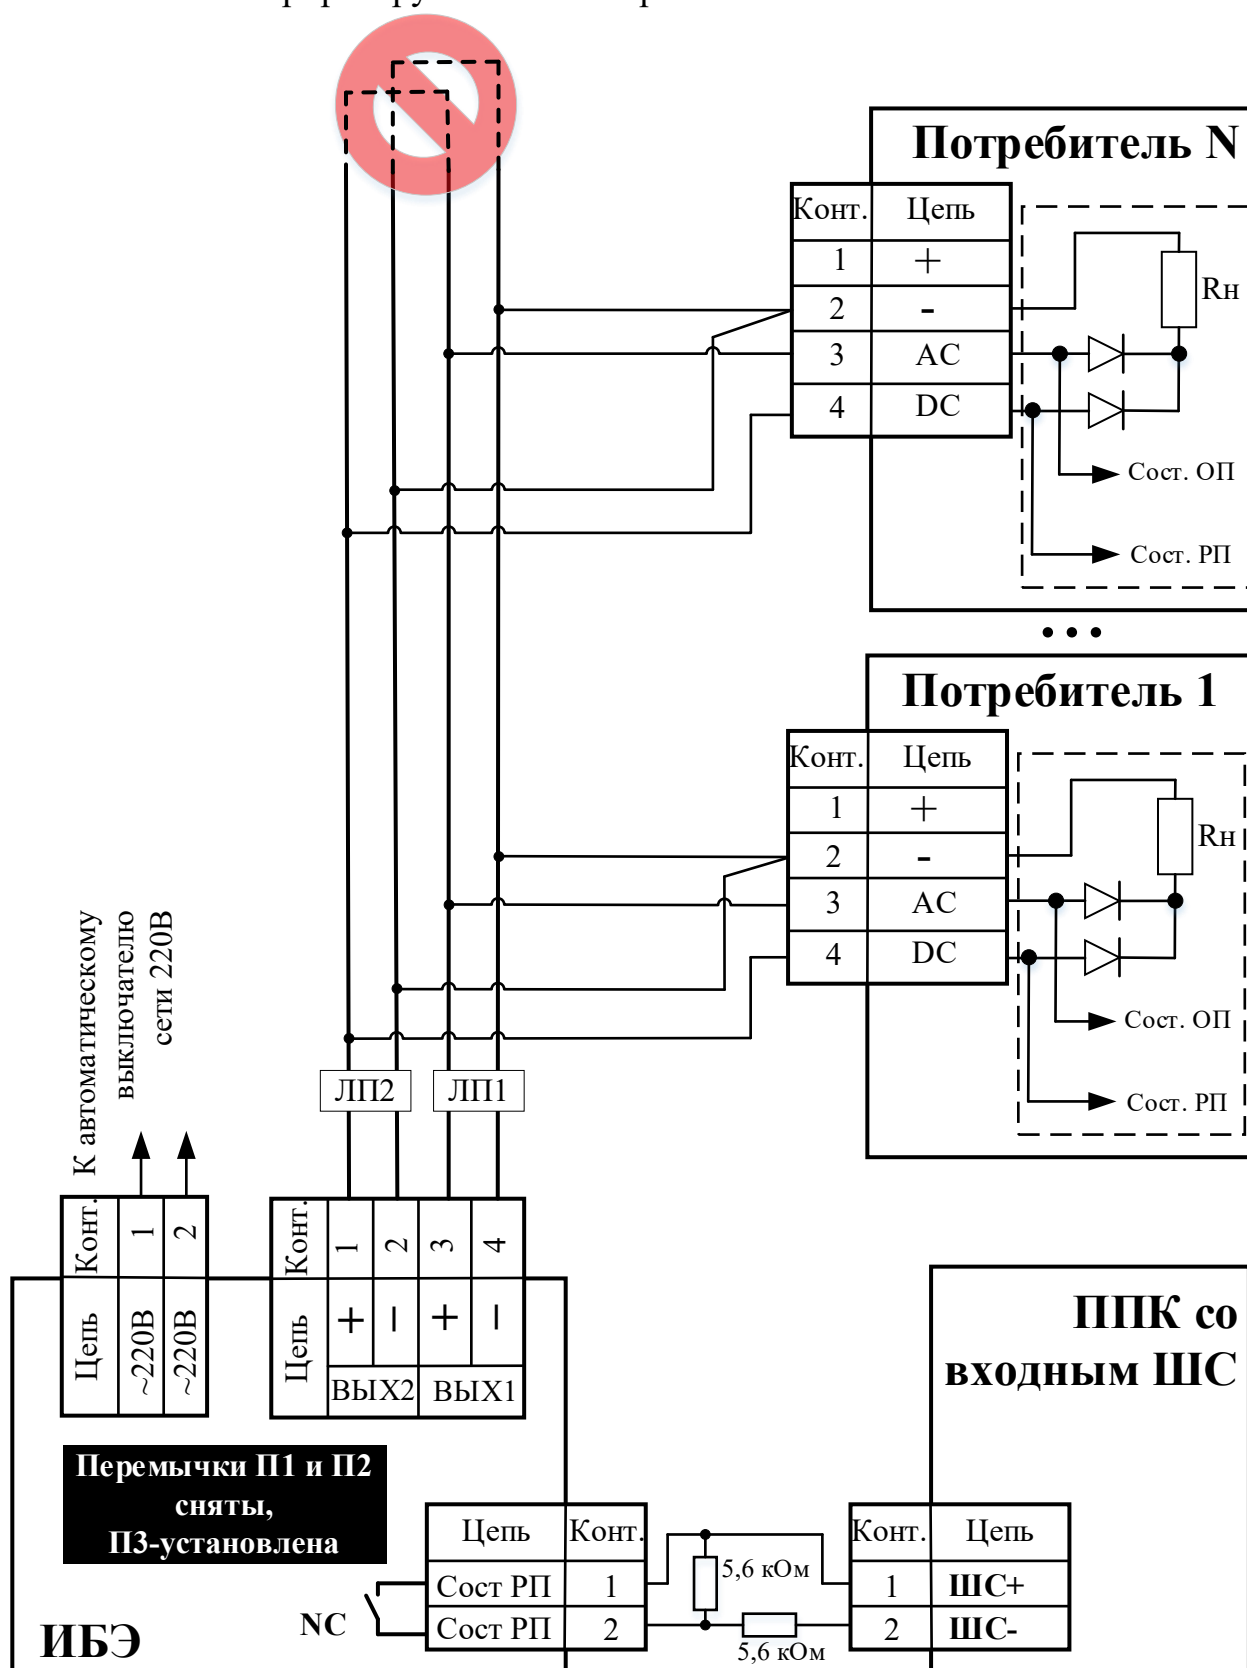
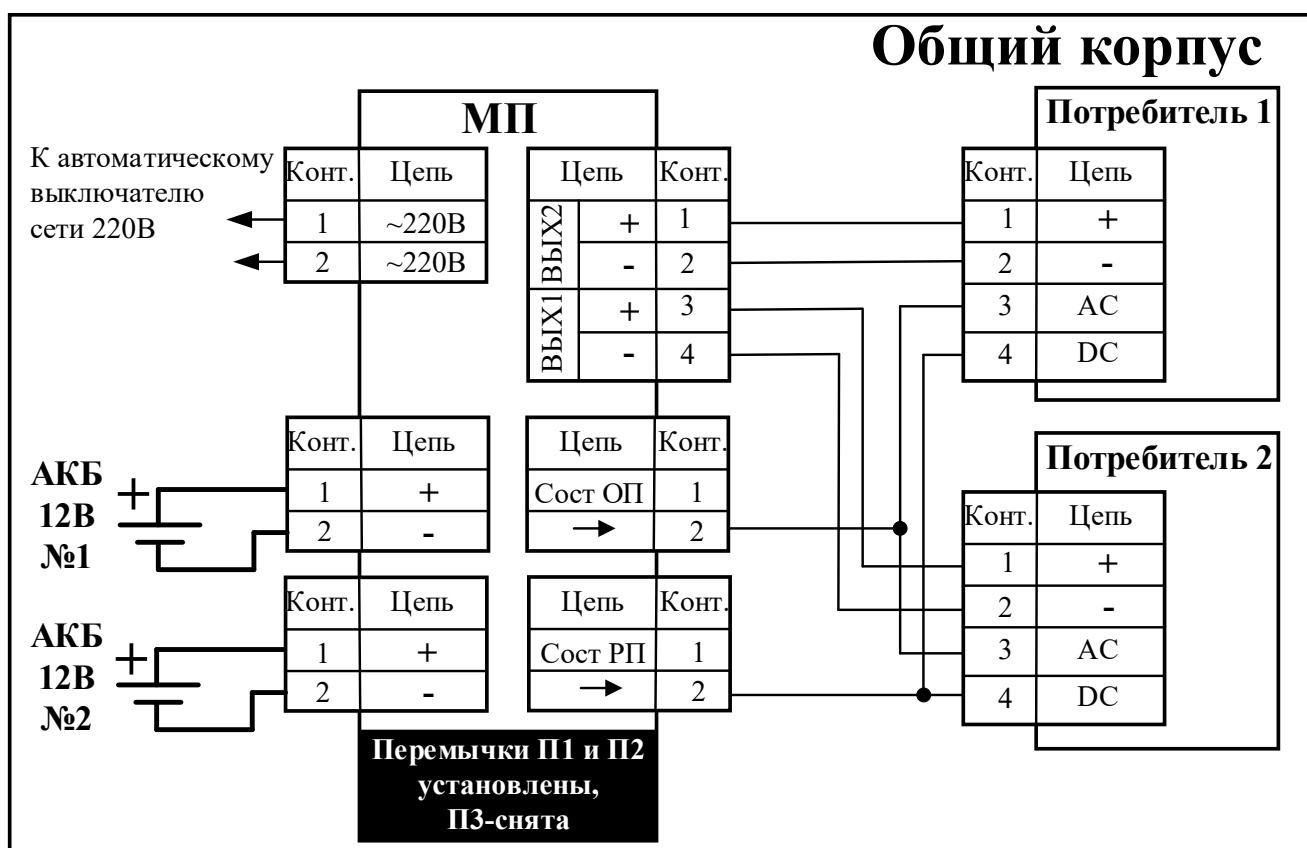

Рисунок 6
Рисунок 9
10. Подключите нагрузку установкой клеммных колодок "+ВЫХ1-", "+ВЫХ2-" согласно схемам подключения (см. Рисунок 6 - Рисунок 9).
11. Схема подключений при удаленном размещении потребителей и с резервированием по двум линиям питания от одного ИБЭ представлена на Рисунок 6. Запрещается соединять ЛП1 и ЛП2 между собой. Обрыв или КЗ по ЛП1 или ЛП2 интерпретируется как потеря ОП или РП соответственно.
14. Схема подключений при размещении потребителей производства ««Аргус-Спектр»» внутри одного корпуса ИБЭ представлена на Рисунок 9. Неиспользуемые цепи оставить неподключенными.